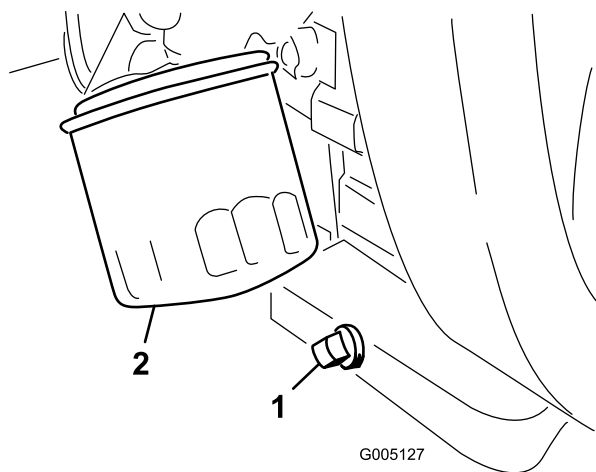

Bild 45
1. Entfernen Sie die Ablassschraube (Bild 45) und lassen das Öl in ein Auffanggefäß ab. Schrauben Sie die Ablassschraube wieder ein, nachdem das Öl abgelassen ist.
2. Entfernen Sie den Ölfilter (Bild 45). Ölen Sie die neue Dichtung am Ölfilter leicht mit frischem Öl ein.